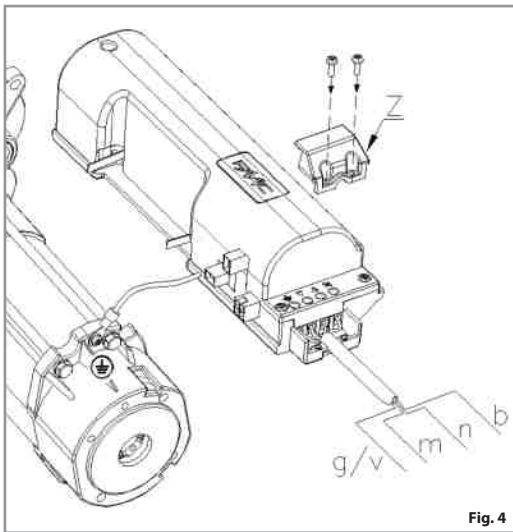
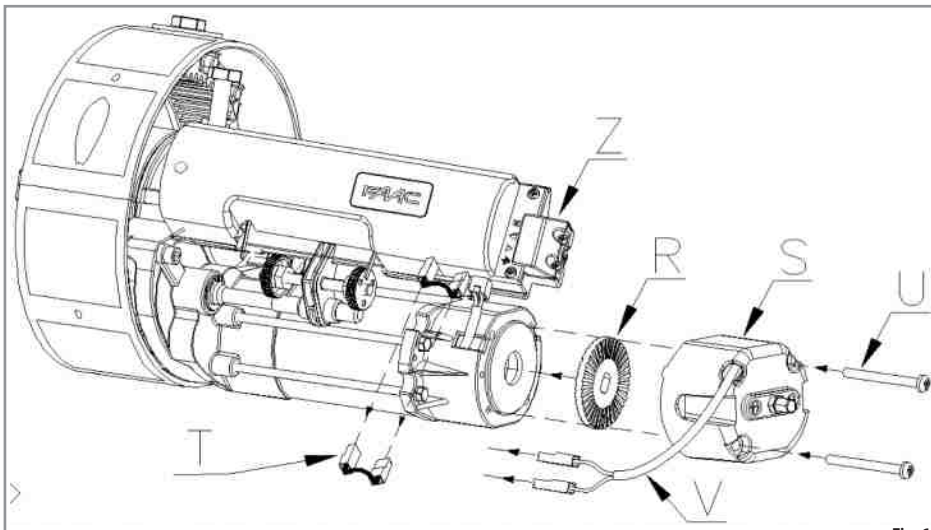

Fig. 4
Fig. 6
- 16) Passer le câble d'alimentation par le presse-étoupe «Z» effectuer les connexions (Fig.4). Important: respecter le commun du moteur «b» et connecter la terre. Avec électrofrein, il faut enlever le pont (Z) et connecter la bobine de l'électrofrein (V), (voir figure 6).
- 16) Pasaremos el cable por dentro el pasacables «Z» y haremos las conexiones del motor (Fig.4). Es muy importante respetar el común del motor «b» y conectar el cable de tierras. Con electrofreno, quitar el puente (Z) y enbornar la bobina del electrofreno (V), (ver gráfico 6).
- 16) Insira o cabo de alimentação no passa-fios "Z" e execute as ligações (ver fig. 4). É importante respeitar a ligação comum do motor "b" e executar a ligação à terra. Caso aplique o travão elétrico, remova a ponte (Z) e nos mesmos contactos ligue os 2 fios da bobina (V), (ver figura 6).